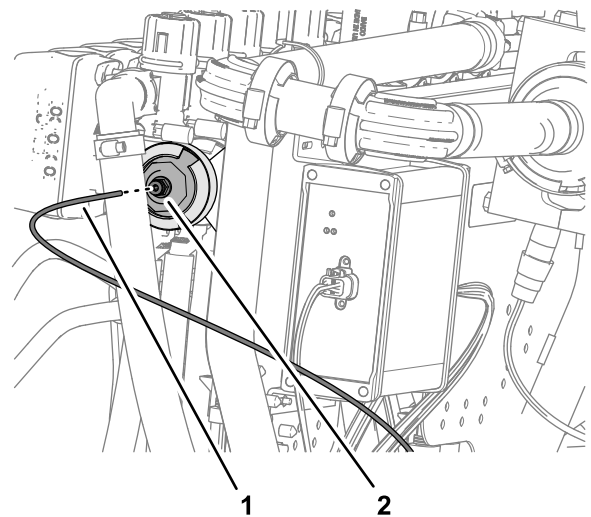

Figure 135
1. Alignez le bout du tube de détection de pression (plastique) associé au manomètre monté sur la planche de bord et la bague de blocage du raccord de tube (Figure 135).
2. Insérez le tube de détection dans la bague de blocage jusqu'à ce que le tube soit complètement engagé (Figure 135).